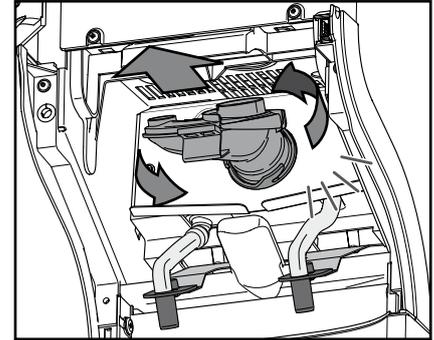

Fig. 38
- d. Gire a câmara de mistura em sentido anti-horário para desbloqueá-lo e remova-o em conjunto com o anel de vedação. (Fig. 38)